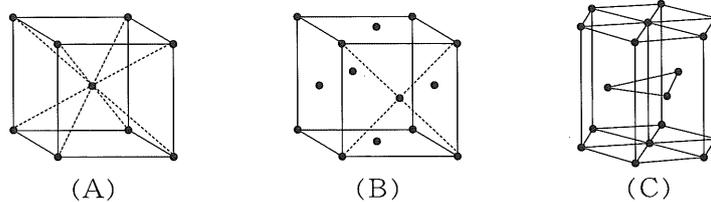

図1 主な金属の結晶格子
- (2) 図1は主な金属の結晶格子である。マグネシウムの「結晶格子の番号」、「結晶格子名」、「密度」の組合せとして最も適切なものを、次の解答群1～5から選びなさい。解答番号は 。